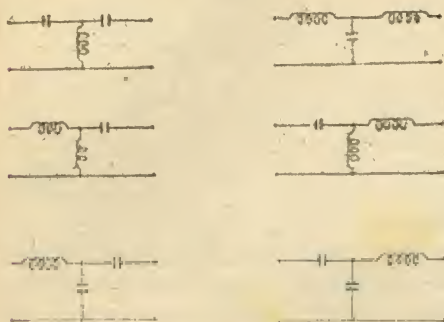

Fig. 6. - Quadripoli a T di varia configurazione.
cavando poi con l'aiuto delle (5) e (6) le due reattanze rimanenti, si noti che una delle tre reattanze dovrà sempre risultare di segno opposto ai segni delle altre due (fig. 6).